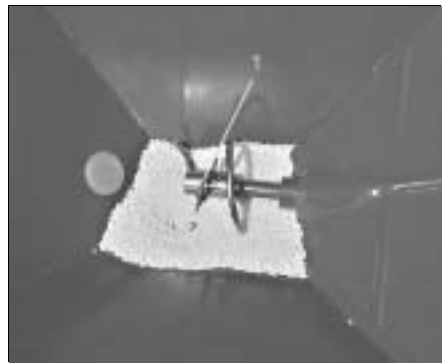

Fig. 38
- Die Abschersicherung der Rührwelle erfolgt über die Rührspiralen-Federvorstecker (Fig. 38/1)